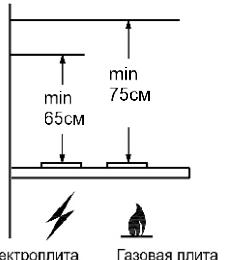

рис. 1
- 1.2 Вытяжку устанавливаите на высоте, как показано на рис. 1.
- 4.7 Устанавливайте кухонную вытяжку над плитой в соответствии с рис. 1.
- разместите линию установки нижней части вытяжки над плитой (рис. 1);